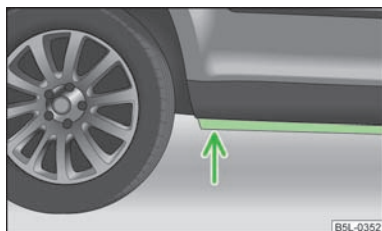

Fig. 157
- Avant de franchir une nappe d'eau, déterminez la profondeur de l'eau. Le niveau de l'eau ne doit pas dépasser le longeron inférieur » fig. 157.